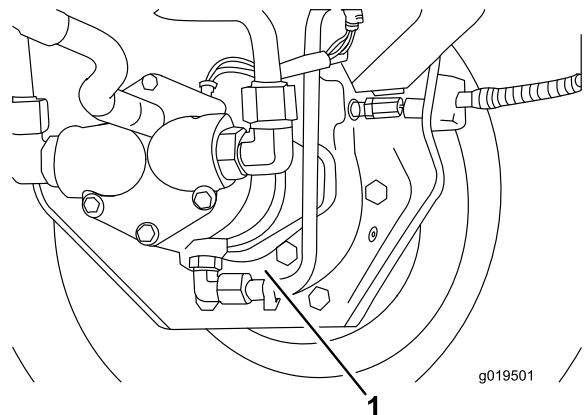

Figura 61
3. Mettete una bacinella sotto la scatola del freno, togliete il tappo di spurgo e lasciate defluire l'olio (Figura 61).